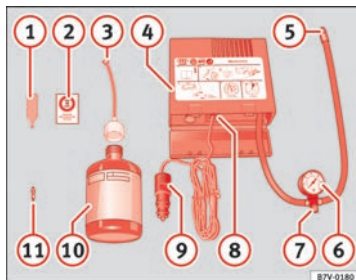

Abb. 178 Prinzipdarstellung: Bestandteile des Pannensets
Das Pannenset befindet sich im Gepäckraum unter dem Bodenbelag. Es besteht aus folgenden Bestandteilen → Abb. 178:
- Mit dem Ventileinsatzdreher → Abb. 178 ① den Ventileinsatz aus dem Reifenventil herausdrehen und auf einen sauberen Untergrund legen.
- Reifenfüllflasche → Abb. 178 ⑩ einige Male kräftig hin- und herschütteln.
- Einfüllschlauch → Abb. 178 ③ fest im Uhrzeigersinn auf die Reifenfüllflasche schrauben. Die Folie am Verschluss wird automatisch durchstoßen.
- Verschlussstopfen vom Einfüllschlauch → Abb. 178 ③ entfernen und das offene Ende ganz auf das Reifenventil stecken.
- Ventileinsatz mit dem Ventileinsatzdreher → Abb. 178 ① wieder in das Reifenventil schrauben.
- Reifenfüllschlauch \Rightarrow Abb. 178 ⑤ des Luftkompressors fest auf das Reifenventil schrauben.
- Prüfen, ob die Luftablassschraube \Rightarrow Abb. 178 ⑦ zuge dreht ist.
- Kabelstecker \Rightarrow Abb. 178 ⑨ in eine 12 Volt-Steckdose im Fahrzeug stecken \Rightarrow Seite 135.
- Luftkompressor mit dem EIN- und AUS-Schalter \Rightarrow Abb. 178 ⑧ einschalten.
- Luftkompressor so lange laufen lassen, bis 2,0 bis 2,5 bar (29-36 psi / 200-250 kPa) erreicht sind \Rightarrow Δ . **Maximale Laufzeit 8 Minuten** \Rightarrow ⑩.
Den Reifenfüllschlauch \Rightarrow Abb. 178 ⑤ wieder anschließen und den Reifenfülldruck an der Reifenfülldruckanzeige ⑥ ablesen.